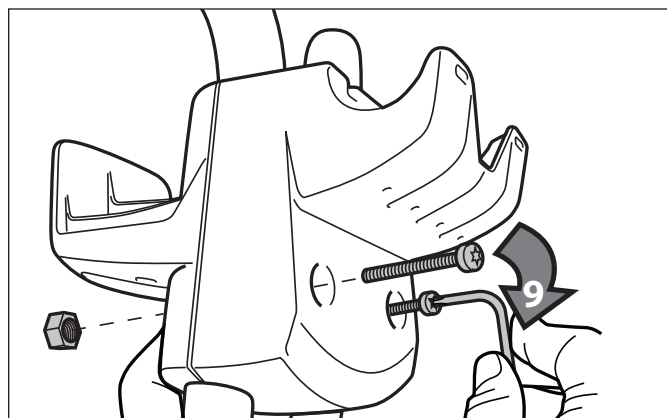

Figure 8. Fixer correctement les crochets
- Fixer solidement le crochet de l'unité de commande à l'aide de deux (2) boulons et de deux (2) écrous, puis serrer avec la clé Torx. Se référer à la Figure 8.